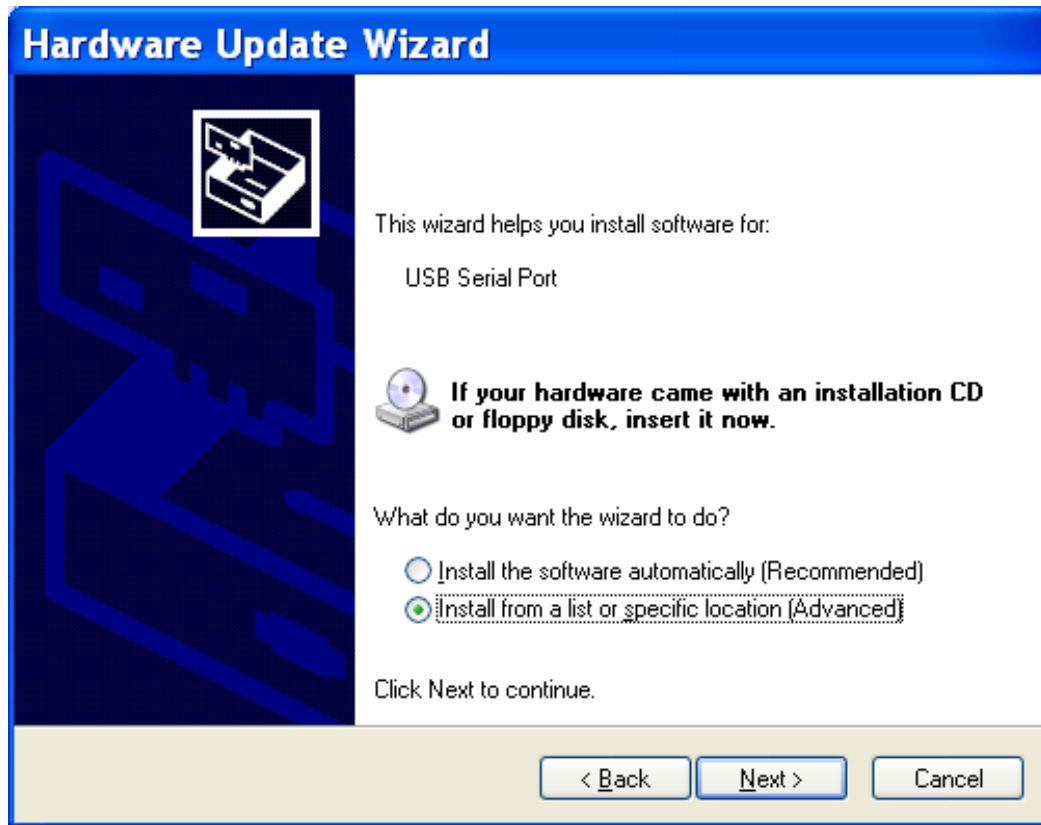

Abbildung 36: Auswahl der Installation
2. Wählen Sie **No** (Nein) aus und klicken Sie auf **Next** (Weiter). Ein Dialogfeld ähnlich wie in Abbildung 36 erscheint.